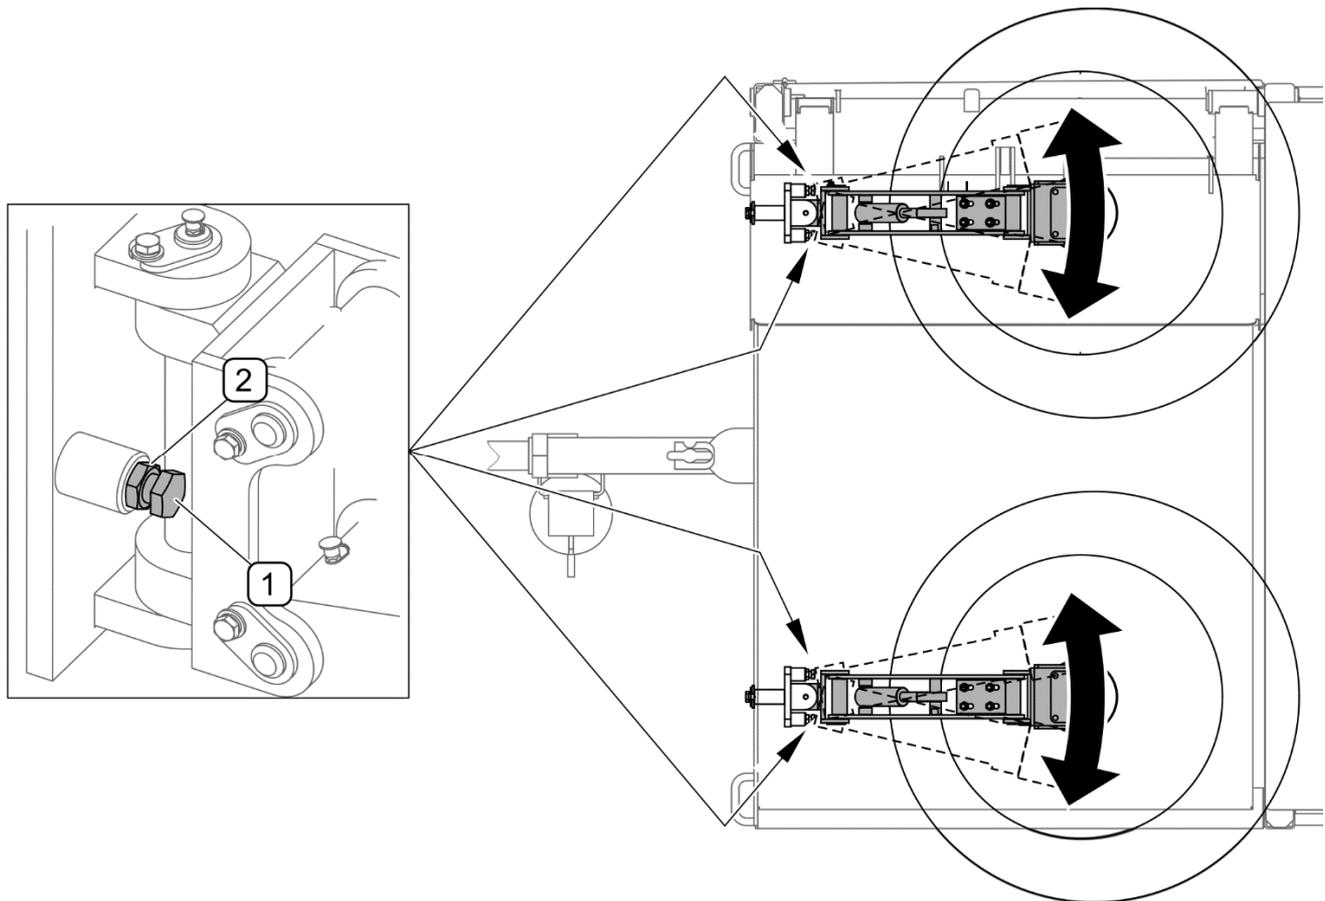

РИСУНОК 5.6 Регулирование бокового сдвига дисковых щеток
(1) - ограничитель бокового сдвига; (2) - контргайка
Во время работы правая и левая дисковые щетки (РИСУНОК 5.6) сдвигаются наружу машины. Предел горизонтального движения щеток ограничивается ограничительными болтами (1). На каждой вальцовой щетке имеются два ограничительных болта. Для изменения положения ограничителей (1) необходимо слегка отвинтить контргайку (2) и соответственно завинтить или отвинтить болт (1). По окончании регулирования затяните контргайку (2). Правую и левую щетки можно устанавливать произвольно в зависимости от требуемой ширины уборки.